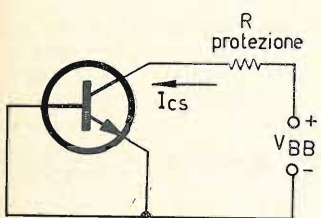

figura 3
3) Misura di I_{cs} : per la quale il montaggio realizzato è quello di figura 3.